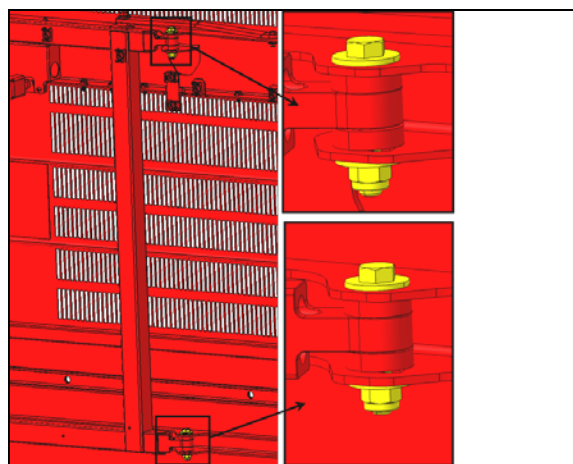

FIGURE 47:
4. Si la position verticale est hors tolérance, vous pouvez ajuster la porte en utilisant le jeu aux points d'attache entre les bras et la porte (Figure 47:).